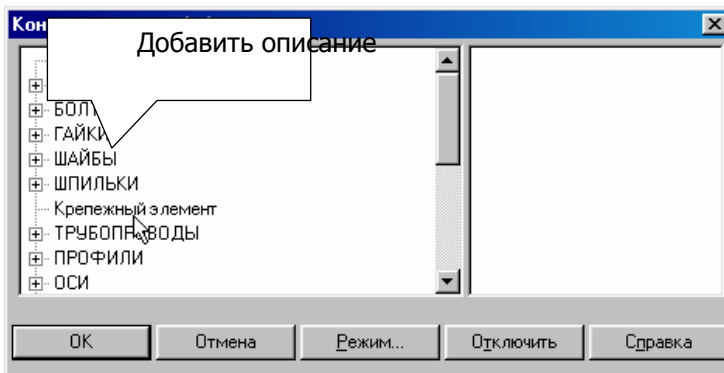

Рис. 4
3. Выполните болтовое соединение. По данному варианту номинальный диаметр болта **M20**. Толщина пакета по чертежу равна **35 мм** (толщину пакета можно измерить). Подключите **Конструкторскую библиотеку**, если она не подключена (**Сервис**). Выберите раздел **Крепежный элемент**, рис. 4.